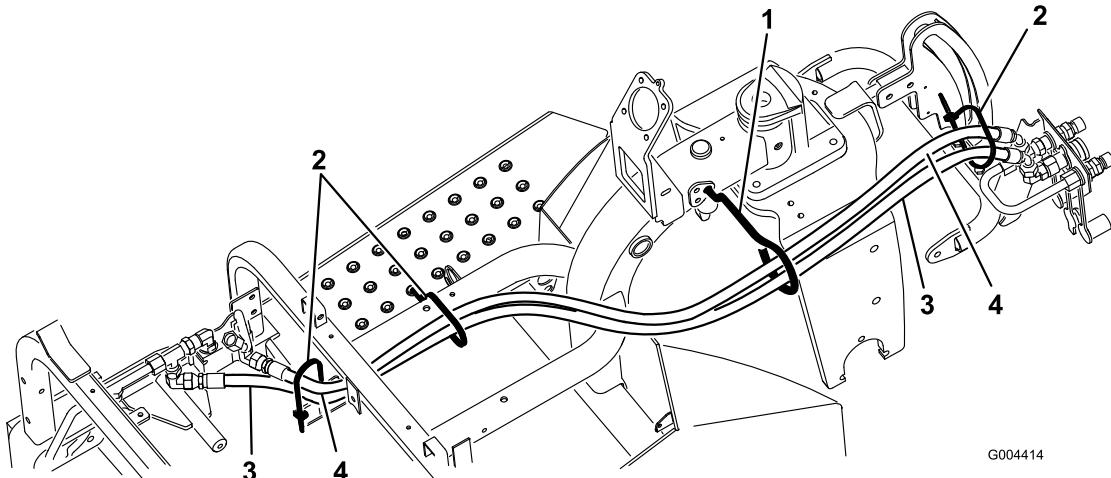

図 6
エルボ・フィッティングに取り付ける（図 6）。
2. 短い油圧ホースの、スイベルのついている方の端をカップラ・アセンブリのT字フィッティングに取り付ける（図 6）。
3. 各ホースをホース・ガイドに通し、バルブへ導く（図 6）。
4. 長い油圧ホースバルブの後部フィッティングに取り付ける（図 6）。
5. 短い油圧ホースバルブの前部フィッティングに取り付ける（図 6）。
2. ケーブル・タイを使って、図 6のようにホースを固定する。